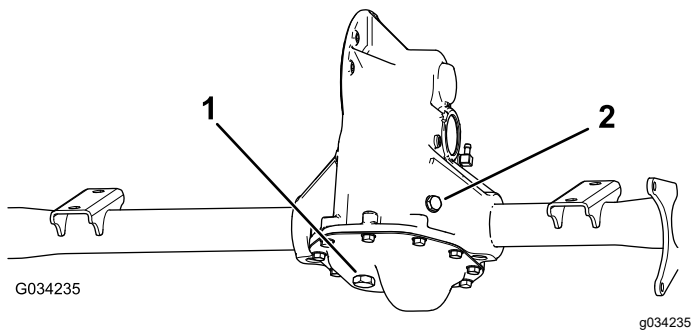

Figura 48
2. Retire el tapón de llenado del transeje (Figura 48).
3. Si el nivel de fluido es bajo, retire el tapón de llenado y añada el fluido especificado hasta que salga del orificio (Figura 48).
1. Coloque un recipiente debajo del tapón de vaciado (Figura 48).
2. Retire el tapón de llenado y la junta (Figura 48).
3. Retire el tapón de vaciado y la junta y deje que el fluido se drene completamente (Figura 48).